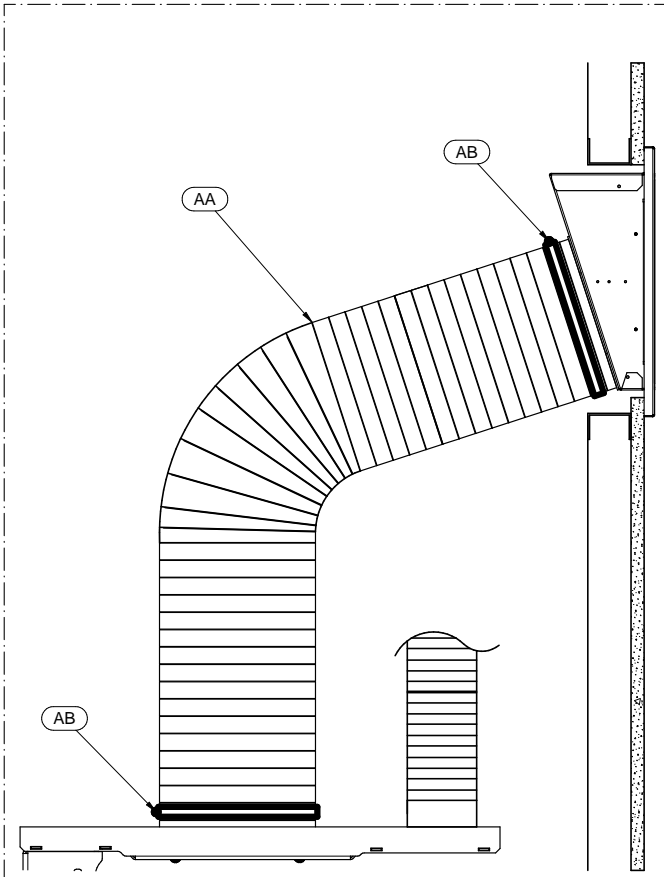

Figura 6
- Procedere ora ad assemblare il tubo di carico ed eventualmente i tubi di canalizzazione come indicato nella Figura 6. Il tubo di carico AA (tubo d.180 spiralato in dotazione) deve essere fissato attraverso le 2 fascette AB (fascette d.180 in dotazione).